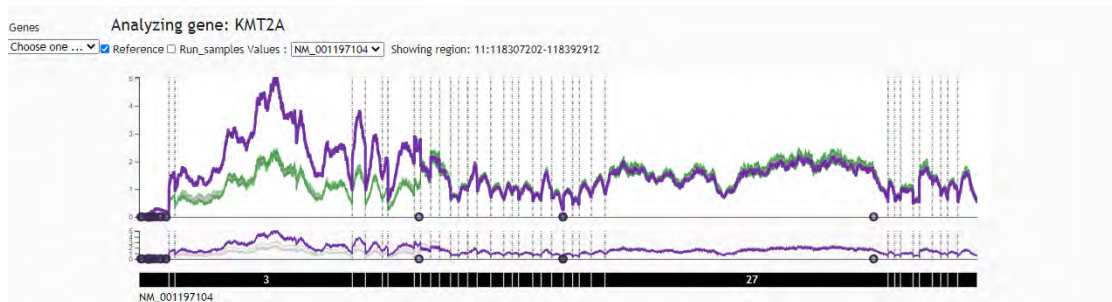

Figura 28. Gráfico dinámico ofrecido en los resultados del análisis de CNVs
*Data Genomics* ofrece una representación gráfica dinámica (Figura 28) de los perfiles de cobertura de la muestra frente a las muestras de la referencia o de la misma tanda para todos los genes y NMs de cada gen. Este gráfico permite ampliar las zonas de interés y visualizar los SNPs e INDELS así como las regiones de conflicto de homología con pseudogenes (área naranja).